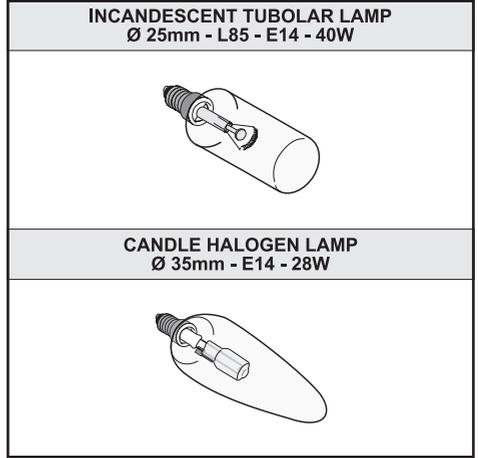

Fig.7
• **Remplacement des ampoules à incandescence/halogènes (Fig.7):**